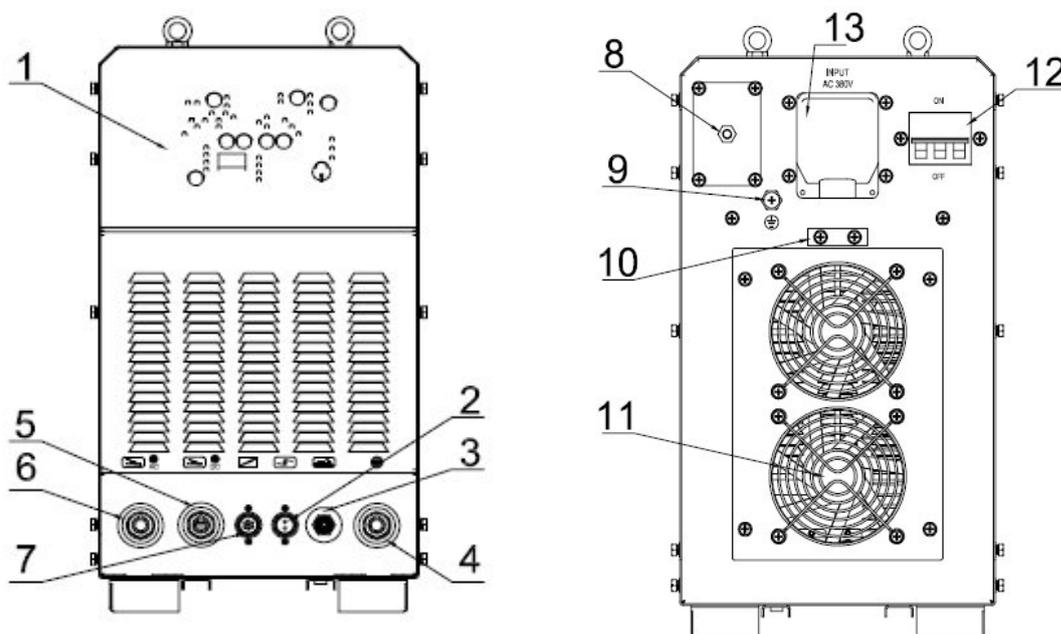

Figura 2
A figura 2 demonstra as posições e funções dos componentes externos da máquina:
7.1.1 Conecte o cabo de força trifásico da máquina na rede desejada, observando se a chave seletora de tensão (**posição 8, figura 2**) está de acordo com o nível de tensão selecionado (220/380 ou 440 Volts).
7.2.1 Energize o equipamento através do disjuntor (**posição 12, figura 2**).
8.1.1 Conecte o cabo de força trifásico da máquina na rede desejada, observando se a chave seletora de tensão (posição 8, figura 2) está de acordo com o nível de tensão selecionado (220/380 ou 440 Volts).
8.1.5 Conecte a mangueira de gás da tocha de soldagem no terminal “GÁS”, (posição 3, figura 2).
8.1.6 O conector responsável pelo gatilho da tocha deve ser conectado ao terminal correspondente na fonte de soldagem, (posição 2, figura 2).